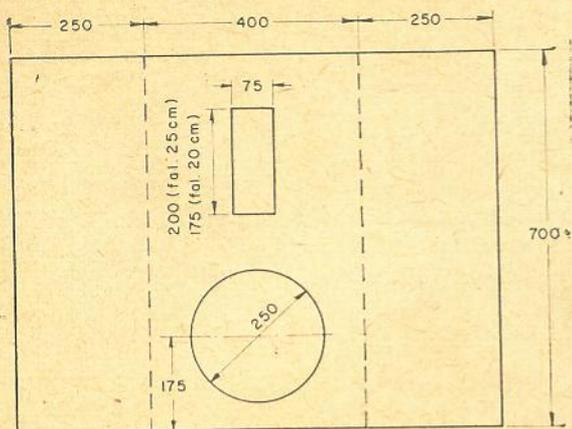

Figura 12
6.º) Refletores planos ("open baffle"), como o da figura 12, são melhores do que geralmente se pensa. São livres de ressonância. Dois alto-falantes em paralelo dão um ganho de 3 db em baixas-freqüências, além de dobrar a capacidade de manejo de potência, tornando assim possível utilizarmos um reforço apreciável de graves no **amplificador**, resultando daí uma saída real quatro vêzes maior do que com uma única unidade em baixas-freqüências. O assoalho também concorre para um aumento de graves por reflexão, sendo que também as paredes podem ser tratadas para a obtenção de uma melhoria neste sentido. Os sonofletores planos são bastante eficientes, pois o som proveniente dos dois lados do cone é utilizado, e atualmente é pensamento nosso que uma carga de ar igual dos dois lados do alto-falante é uma boa coisa.
dar resultados satisfatórios deverá ser feita como ilustrado na figura 12.
O segundo alto-falante pode ser uma unidade de 20 a 25 cm, com uma ressonância de preferência abaixo de 50 Hz (mesmo estando acima de 50 Hz o alto-falante é aceitável, pois o trabalho em paralelo torna a ressonância mais alta virtualmente sem efeito). Para este alto-falante, é interessante utilizarmos uma abertura retangular, como vemos na figura 12, para evitarmos, como já vimos, efeitos direcionais e melhorar a dispersão de altas-freqüências. Devemos cuidar para que a fase dos dois alto-falantes esteja correta, ou perder-se-ão 20 db nas baixas-freqüências. As figuras 11 e 13 servem para dar uma idéia de separadores simples; no lugar de L pode ser utilizado, aliás com ótimos resultados, o circuito da figura 6.